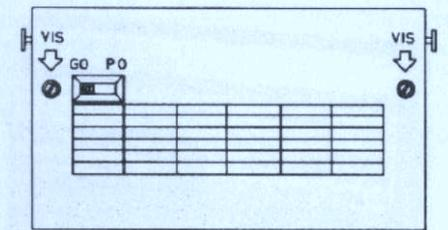

FIG:2
- 2 - ôter la face arrière en enlevant les deux vis indiquées par la figure 2 ;